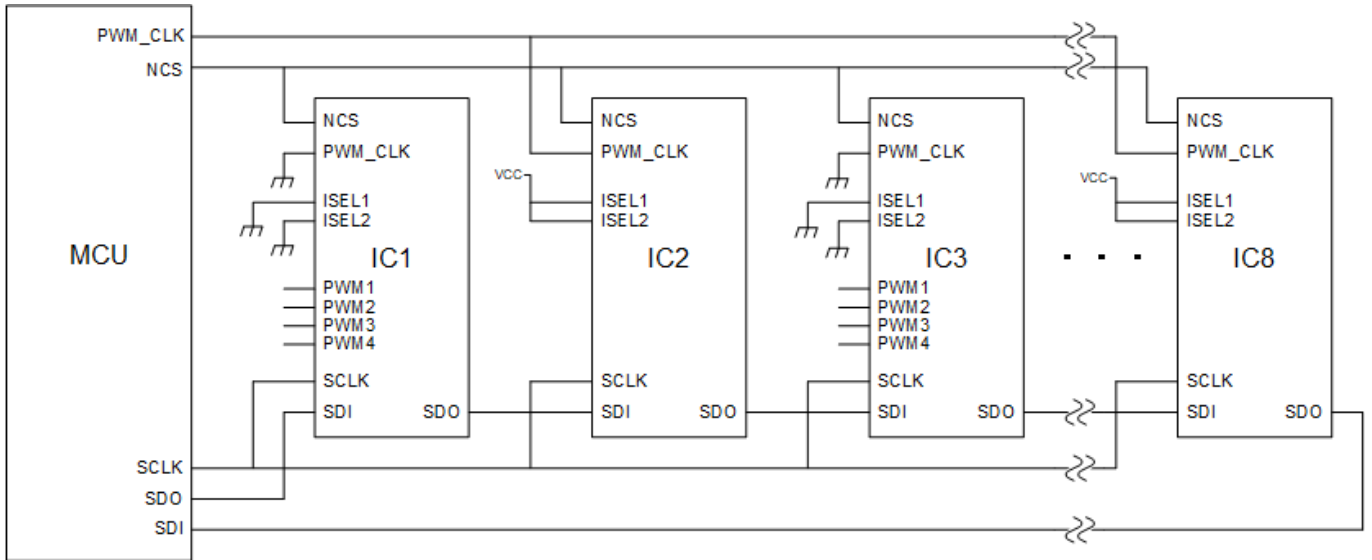

図 7.34 PWM 入力モーター駆動と SPI によるモーター駆動が混在するデジチェーン接続 例
- デジチェーン接続に PWM1/2 制御と SPI によるモーター動作制御が混在（図 7.34）